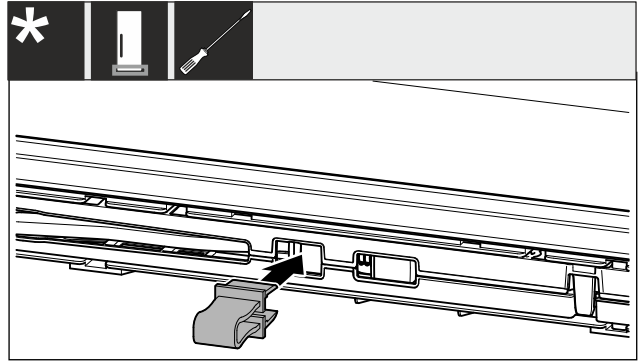

Fig. 4
- ▶ Låt spärren haka i öppningen Fig. 4 (2).